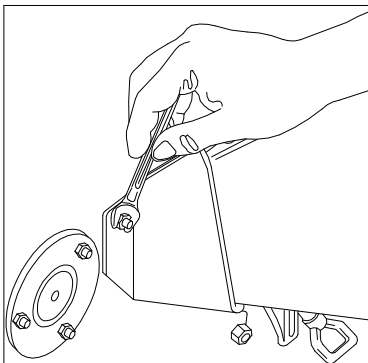

Fig. 14
- Oter la trémie latérale après avoir dévisser les 3 écrous comme indiqué fig. 14.
- Oter la trémie latérale après avoir dévissé les 3 écrous (fig. 14).